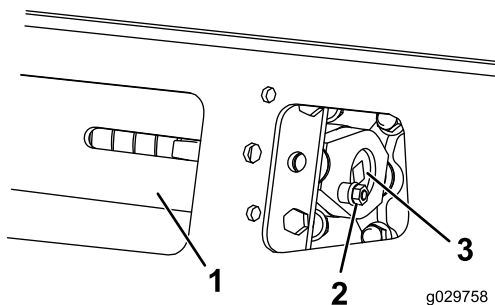

**Figura 58**
Compruebe que el bloque tensor está alineado con la guía verde de la pegatina, o que el bloque está a 1,3 cm del extremo trasero de la ranura del tubo tensor (Figura 58).
4. Usando una llave de carraca de ½", gire el tornillo tensor hasta que el bloque tensor quede alineado con la guía verde de la pegatina o esté a 1,3 cm del extremo trasero de la ranura del tubo tensor (Figura 58).
8. Compruebe que el bloque tensor quede alineado con la guía verde de la pegatina o esté a 1,3 cm del extremo trasero del tubo tensor en ambas orugas (Figura 58). Ajustelo si es necesario.